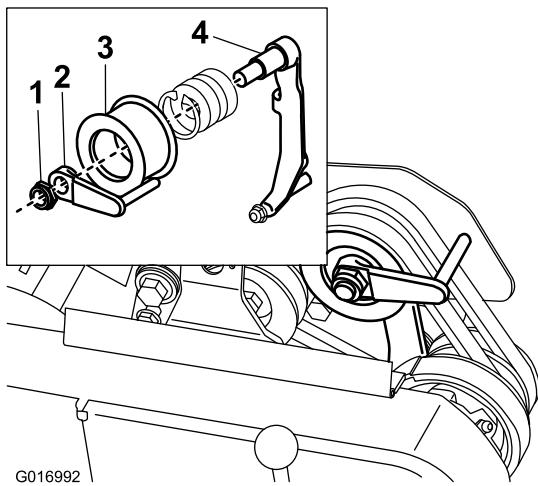

Figura 41
- Per spingete o tirate la macchina più agevolmente senza avviare il motore, regolate il guidacinghia (Figura 41, inserto) come segue.